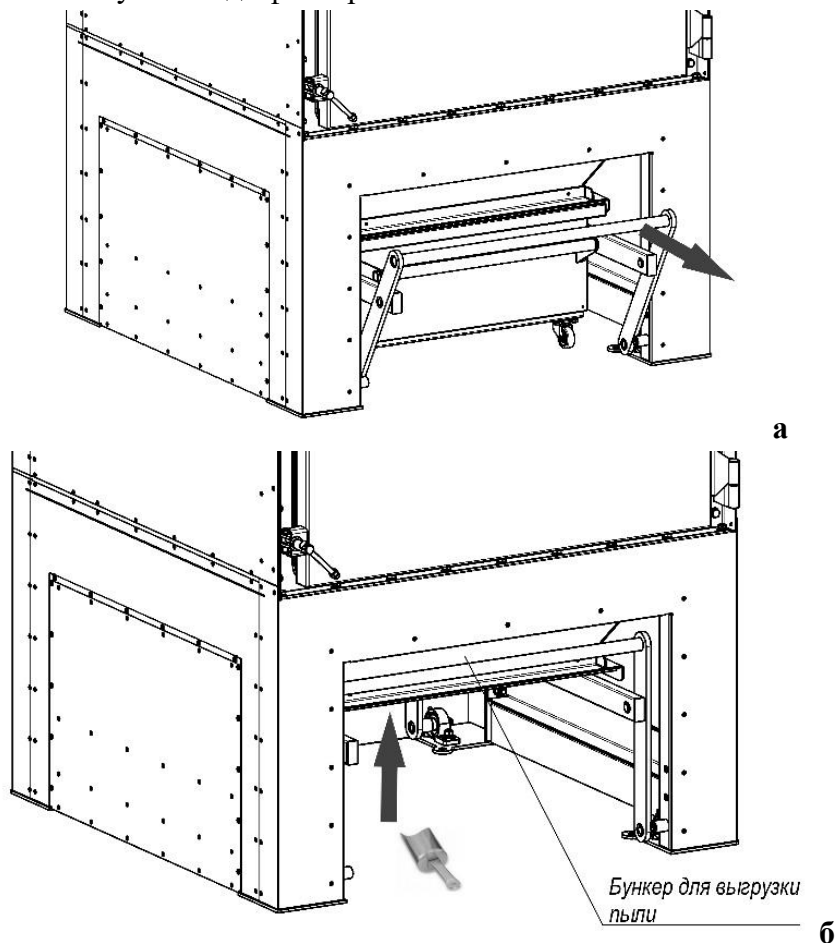

Рисунок 15
- 3) снять панель теплоизоляции пылесборника, потянуть за рычаг механизма поджатия пылесборника (рисунок 15а), выкатить из-под фильтра пылесборник;
- 6) в отверстие бункера выгрузки пыли с помощью лопатки подавать (подбрасывать) небольшими порциями средство предзапыления (рисунок 15б);